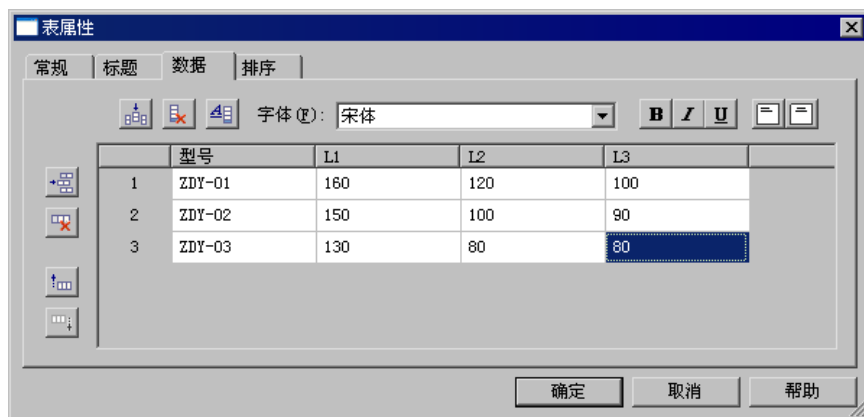

图 9.2.19 定义表格数据
Step2. 在“表属性”对话框中选择数据选项卡，然后双击单元格输入如图 9.2.19 所示数据。